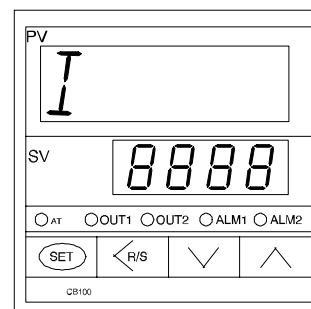

Fig. 7
4. Ändra display 1 med SET-knappen så att inställningen integrering över tid (I) visas enligt Fig. 7.